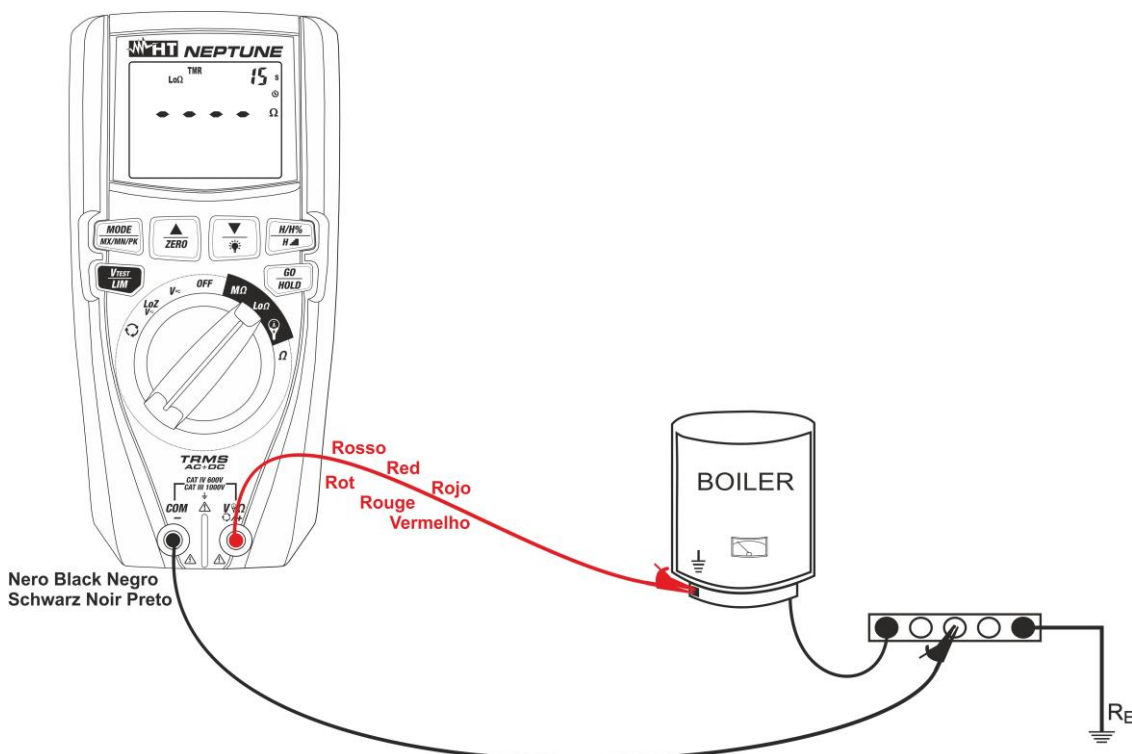

Abb. 29: Verwendung des Geräts zur Durchgangsprüfung im Betriebsmodus TMR
7. Verbinden Sie die rote Messleitung mit der Eingangsbuchse $V\Omega\ominus/+$ und die schwarze Messleitung mit der Eingangsbuchse **COM**–, und verbinden Sie das Gerät mit dem zu prüfenden System (siehe Abb. 29).